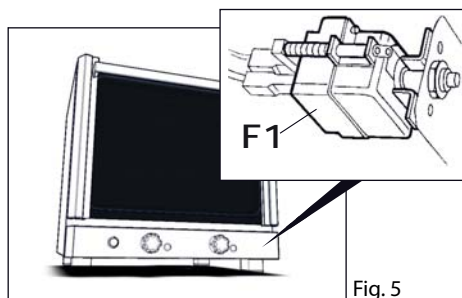

Fig. 5
- Termostato de seguridad de en el interior: en caso de sobrecalentamiento en el espacio de cocción, interviene impidiendo el funcionamiento en el interior de la cámara. El termostato de seguridad (**F1 - Fig. 5**) solo se puede restablecer de forma manual, presionando el botón rojo después de haber extraído el panel frontal. Antes de realizar esta maniobra, asegurarse de haber desconectado de la alimentación eléctrica.